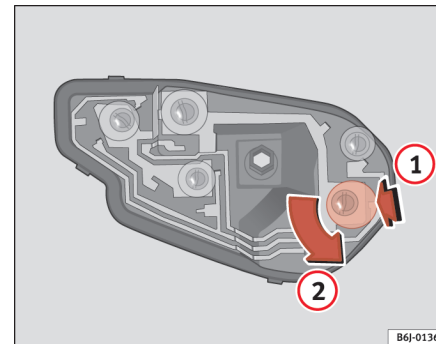

Fig. 158 Remplacer les ampoules des feux arrière
- Une fois le porte-lampes retiré, appuyez vers le bas dans le sens de la flèche **(1)** et tournez simultanément dans le sens de la flèche **(2)** ⇒ page 241, fig. 158. ■